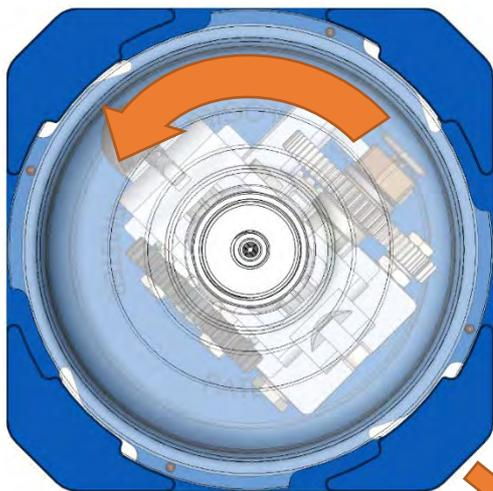

Figura 12
1. Ruotare la copertura in senso antiorario, affinché l'aletta di fermo esca dal dente di bloccaggio. Figura 12 e 13;